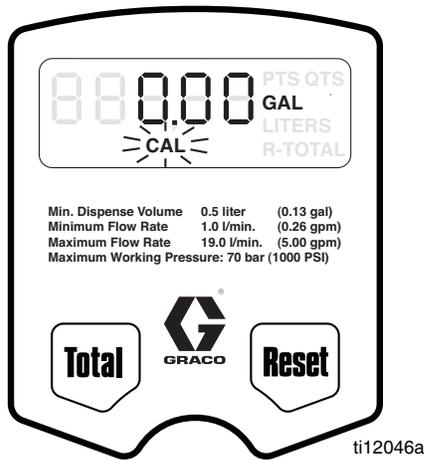

FIG. 13
- c. Presione y suelte la tecla Reiniciar nuevamente para ver el Menú Calibración. Cuando se muestre este menú, CAL destellará en la pantalla (FIG. 13).
Calibración (Fig. 13)